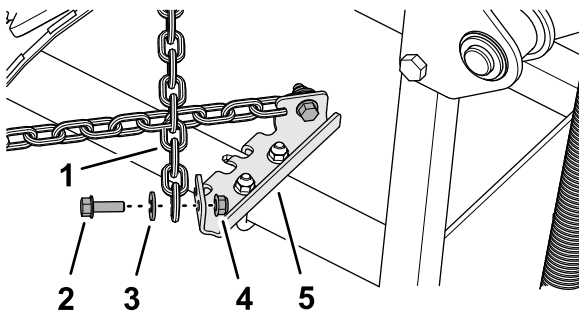

図 14
1. 取り付けしたチェーン図 14 を牽引バーにクロスさせる。
ンジロックナット5/16"を使用して図 14 のように取り付ける。